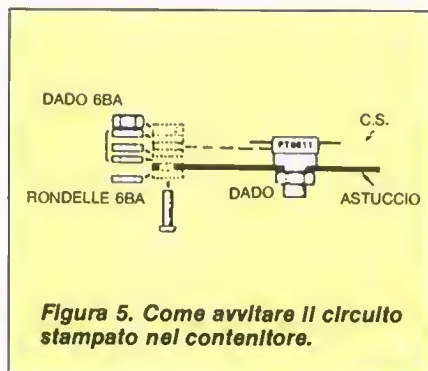

Figura 5. Come avvitare il circuito stampato nel contenitore.
- 7) Avvitare, senza stringere, il circuito stampato all'astuccio, come mostrato in Figura 5.